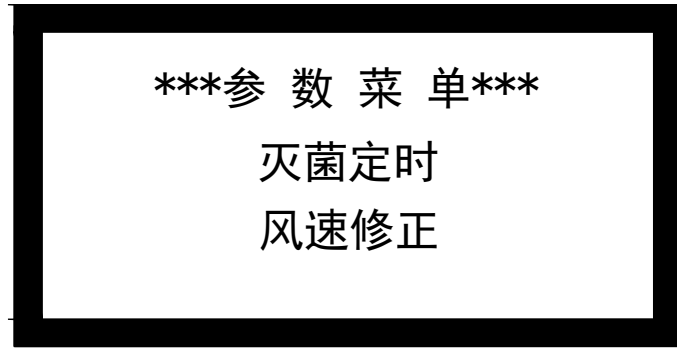
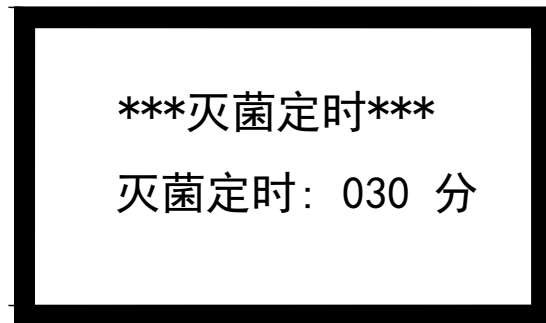
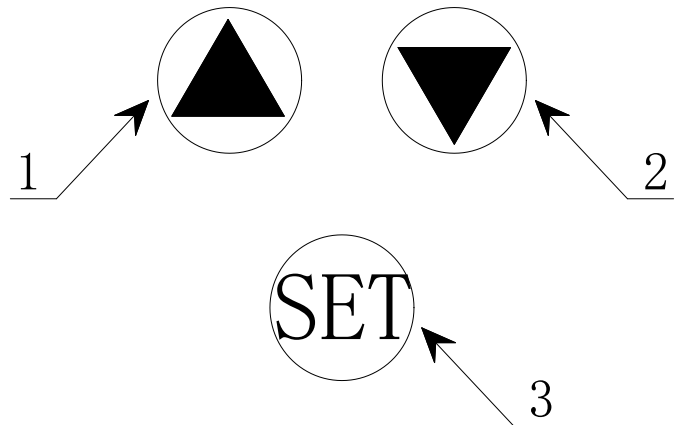

图 7
图 8
图 9
- a) 长按 SET 键 (SET 见图 9) 6 秒后出现【**参数菜单** 请输入 0000】，然后再按 SET 键四下后液晶屏显示如图 7 所示。注：此密码只有本厂专业技术人员才可输入，其他人使用时按 SET 键四下直接跳过进入图 7 菜单。
b) 再按一下设置按键中的 SET 键（SET 键见图 9）液晶屏显示为如图 8 所示：
- c) 此时按 3 号键来移动光标（见图 9），选择灭菌定时时间；
- e) 调整修改好后按 3 号键确认返回图 7；
6) 图 7 的其它菜单说明：